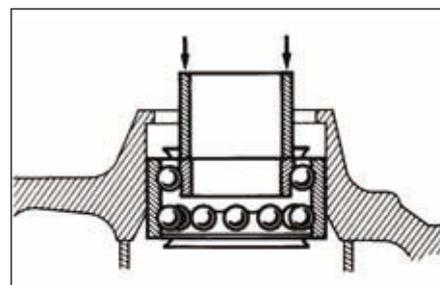

FIG.9
- A l'aide d'une presse hydraulique, engager le roulement en prenant appui sur sa bague extérieure avec un tube de Ø 79 mm et d'une longueur de 50 mm (Fig.9).